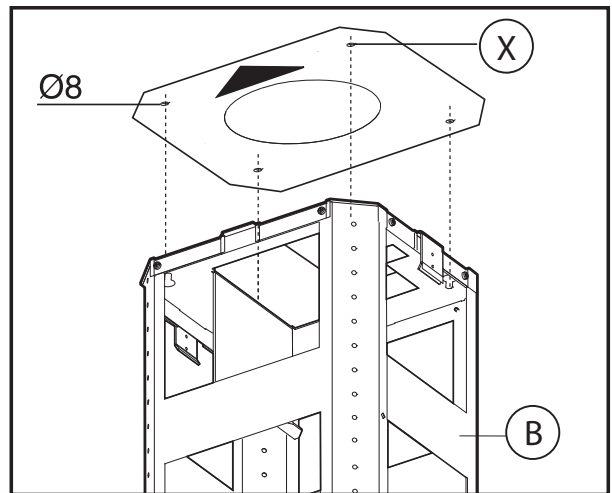

Fig.2
- Positionnez le gabarit de forure au plafond en faisant attention à ce que la flèche soit positionnée du même côté que la commande de l'appareil (**Fig.2**). Effectuez les 4 trous $\varnothing 8$ au plafond et vissez 3 vis sans les serrer complètement et en prenant garde de ne pas insérer la vis dans le trou marqué par un **X** sur le gabarit de forure (les vis normales et les vis tamponnées doivent être appropriées au type de mur).